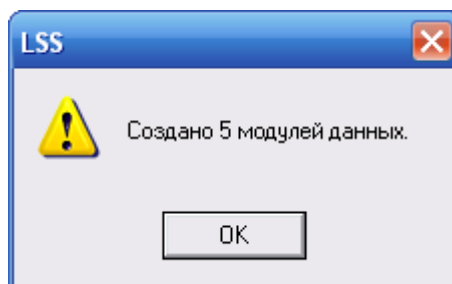

Рис. 10-30
3. После этого появится сообщение о количестве созданных модулей данных (рис. 10-30).